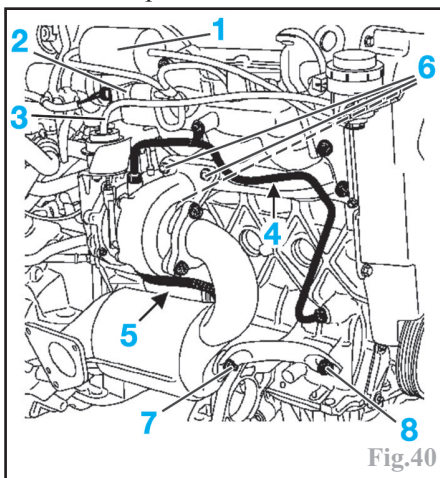

Fig.40
- le réservoir à dépression (1) (Fig.40).
- l'électrovanne du volet d'arrêt (2).
Pour reposer, la béquille du catalyseur côté distribution, approcher à la main l'écrou (7) sur le catalyseur puis la vis (8) sur le bloc-cylindres et serrer aux couples prescrits, dans l'ordre, l'écrou (7) et la vis (8) (Fig.40).